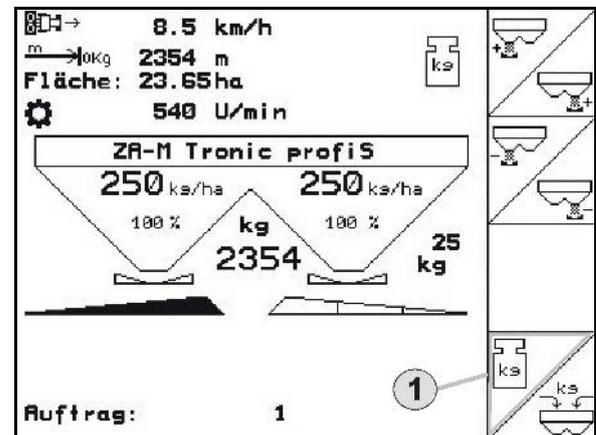

Fig. 37
- Menú Trabajo: seleccionar calibración automática del abono (Fig. 37 /1).